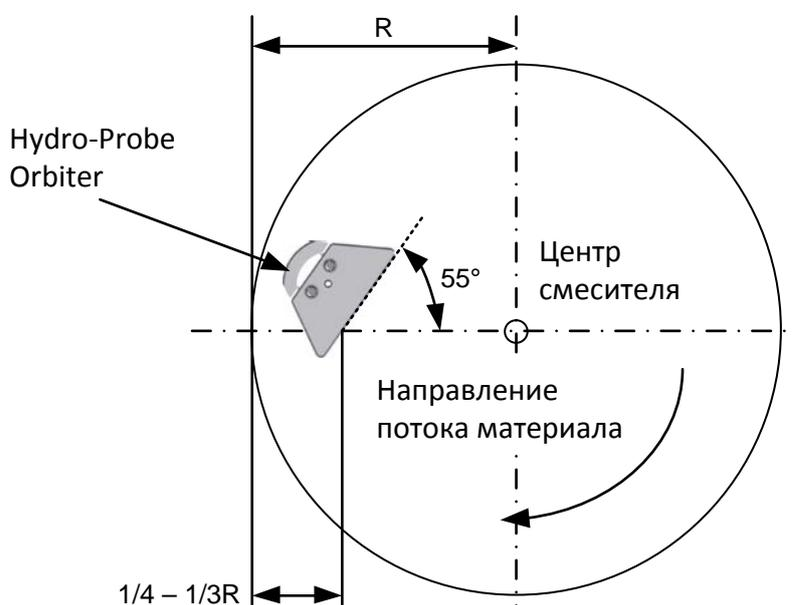
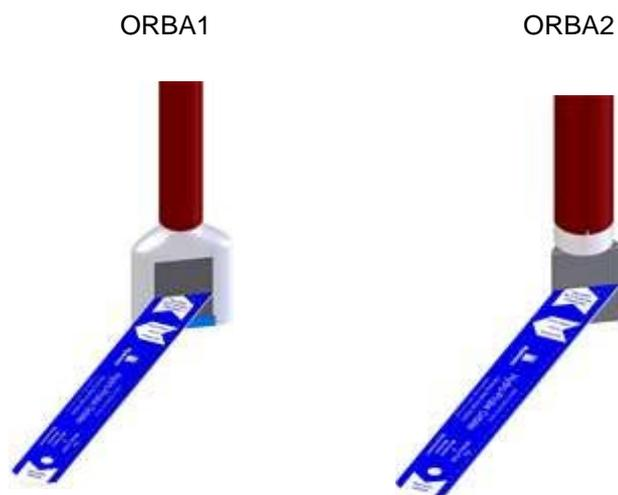

Рисунок 16: Настройка оптимального угла наклона головки
Рисунок 17: Приспособление для установки угла керамической лицевой пластины датчика Hydronix
Датчик следует закрепить вдоль кронштейна лопасти смесителя в точке, отстоящей от боковой стенки приблизительно от 1/4 до 1/3 радиуса смесителя (см. Рисунок 16). Керамическая лицевая панель измерительного зонда должна быть расположена под углом 55° к центру смесителя; этот угол можно установить с помощью устройства выравнивания из комплекта поставки (подробные сведения см. на Рисунок 17).
Измерительная головка должна располагаться в области с наиболее равномерным потоком материала. Обычно эта область находится на расстоянии от одной четверти до одной трети радиуса от наружного края стенки смесителя. (Рисунок 17)
Четыре ослабленных болта зажима измерительного зонда позволяют вращать зонд на угол, составляющий приблизительно  $300^\circ$  (Рисунок 15). Измерительный зонд снабжен механическим стопором, предохраняющим внутренние кабели от перекручивания. Если механический стопор не позволяет установить керамическуюлицевую пластину под требуемым углом относительно потока материала (Рисунок 16), заново установите головку датчика Hydro-Probe Orbiter на монтажную штангу под другим углом. Когда стопорный болт не установлен, во избежание повреждения внутренних кабелей не следует поворачивать зонд.
- Обычно хорошие результаты достигаются при угле наклона  $55^\circ$ . Для установки этого угла используйте прилагаемое специальное приспособление (Рисунок 17).